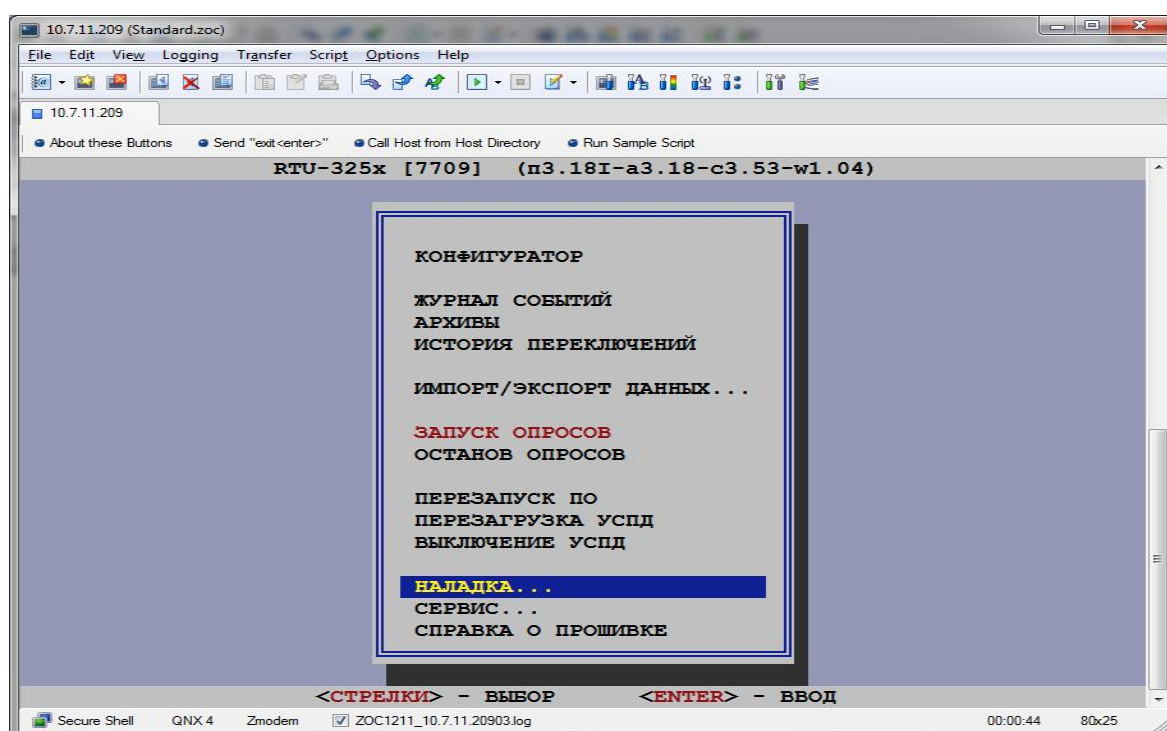

Рисунок 22
6.5.1.7. После перезапуска ПО в главном меню в пункте «наладка» рисунок 22 найти в пункте «Виртуальные консоли» «консоль NTP» рисунки 23, 24.